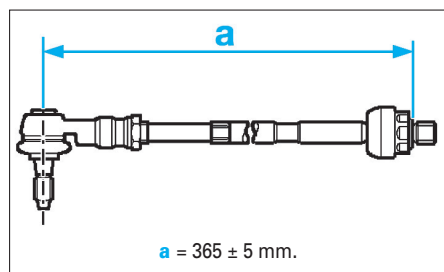

FIG. 17
- Si la biellette est remplacée, contrôler la distance "a" de la pièce neuve (Fig.17). La régler si nécessaire.